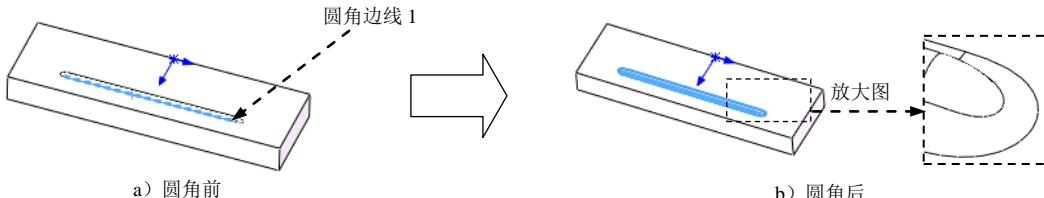

图 13.2.27 圆角 1
(4) 单击 **确定** 按钮，完成扫描 1 的创建。
Step8. 创建图 13.2.27 所示的圆角 1。选择下拉菜单 **插入(I) → 特征(E) → 圆角(U)...** 命令；选取图 13.2.27a 所示的边线为要圆角的对象，在 **半径(R)** 文本框中输入圆角半径值 1。